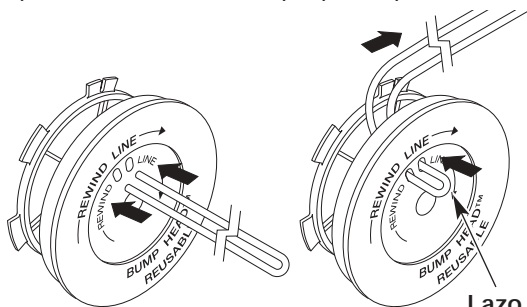

Figure 16
6. Corte aproximadamente 25 pies (7.6m) de nueva línea de corte, luego envuélvala en dos longitudes iguales. Inserte cada extremo de la línea a través de uno de los dos orificios del carrete interior (Fig. 16). Pase la línea a través del carrete interior de modo que el lazo sea lo más pequeño posible.